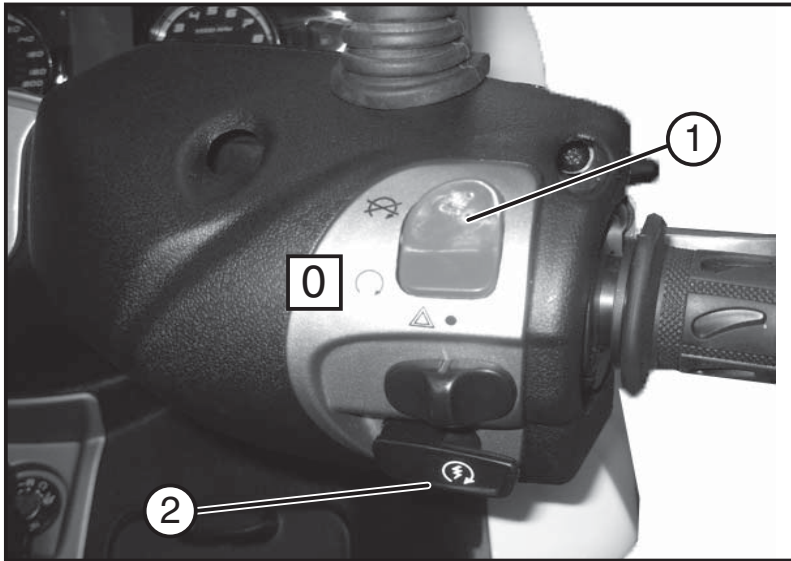

Fig. 01
- Es ist sicherzustellen, dass die Taste «1 - **Abb. 01**» sich in der Position 0 befindet.